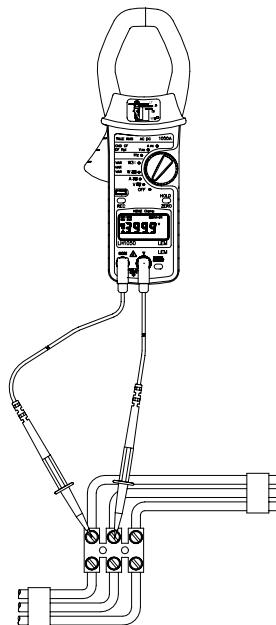

Abb. 3
- Die Meßkabel in die Buchsen am Gerätevorderteil einsetzen. Dabei das rote Kabel mit dem Anschluß V und das schwarze Kabel mit dem Anschluß COM verbinden. Siehe Abb. 3.
- Den Zangenöffnungshebel drücken, um die Backen zu öffnen und sie, wie in Abb. 3 dargestellt, um den stromführenden Leiter herumzulegen.
- Zur Messung der Frequenz der Spannungsversorgung die Meßkabel an den zu prüfenden Schaltkreis anlegen, wie in Abb. 3 dargestellt, und den angezeigten Wert ablesen.